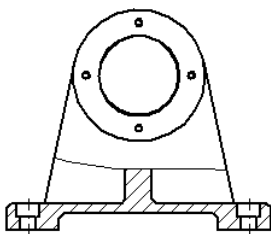

图 8.13.54 标注自动中心线 2
(3) 确认“中心标记”按钮  处于按下状态，然后在图形区单击俯视图，结果如图 8.13.54 所示。按 Esc 键退出命令。